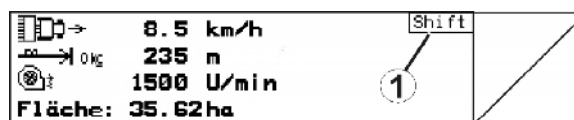

Fig. 9
- Dacă tasta Shift este activă, acest lucru va fi afișat pe display (Fig. 9/1).